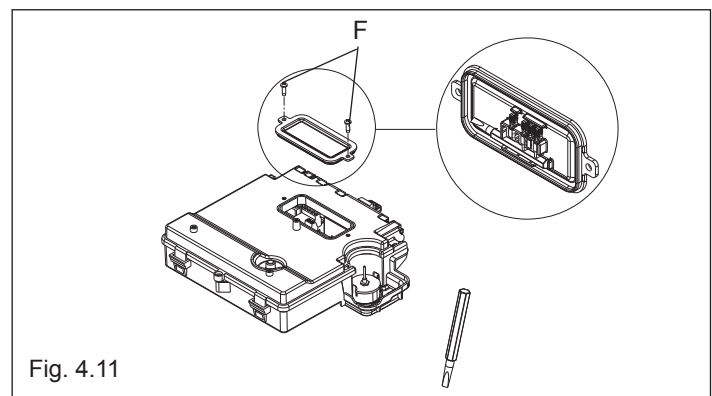

Fig. 4.11
- svitare le viti (F) - fig 4.11 - per rimuovere il coperchietto morsetti (230V)